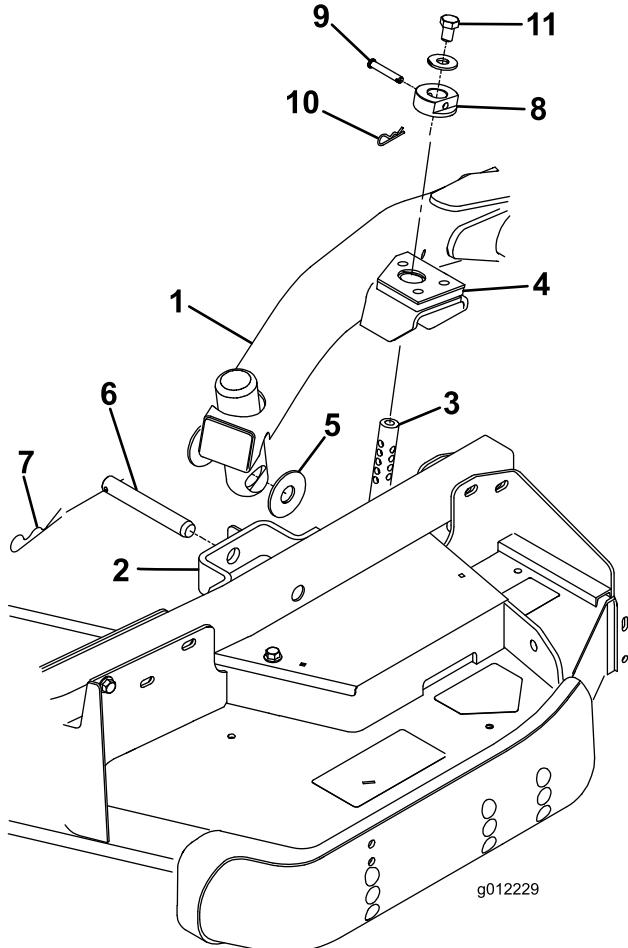

Figura 4
- Portate la leva di sollevamento in posizione Float. Spingete verso il basso un braccio di sollevamento fino a quando i suoi fori non si trovano allineati ai fori della staffa del braccio della ruota orientabile e l'asta dell'altezza di taglio può essere inserita nei pattini del braccio di sollevamento (Figura 4).
- Fissate il braccio di sollevamento al braccio della ruota orientabile con 2 rondelle di spinta, un perno con testa e una coppiglia. Posizionate le rondelle di spinta tra il braccio di sollevamento e la staffa del braccio della ruota orientabile (Figura 4). Inserite l'estremità della coppiglia nell'apposito intaglio di ritegno presente sulla linguetta del braccio della ruota orientabile.
- Montate i collari dell'altezza di taglio sulle aste dell'altezza di taglio e fissateli con dei perni con testa e delle coppiglie (Figura 4). Se possibile, collocate la testa del perno rivolta verso la parte anteriore del piatto.
- Montate un bullone (1/2 x 3/4 pollici) e una rondella sulla parte superiore di ogni asta dell'altezza di taglio (Figura 4).